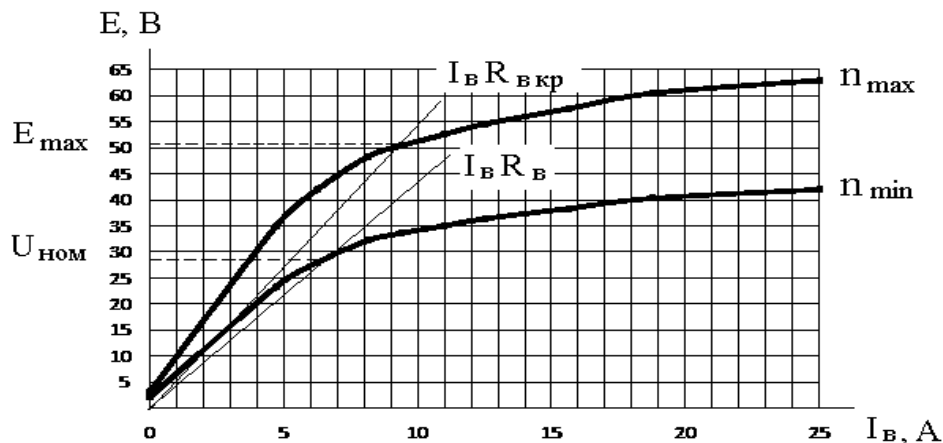

Рис. 2.2. Характеристики холостого хода генератора $E = f(I_b)$ при $n_{min} = 4000$ об/мин. и $n_{max} = 6000$ об/мин.
1.5. При этом, если частота вращения генератора повысится до n_{\max} , напряжение на его зажимах будет $E_{\max} = 51 \text{ В}$ (соответствующее построение показано на рис. 2.2).
Такую ЭДС при заданной частоте вращения n_{\min} можно получить при значении $R_{вд} = 0$ и токе возбуждения $I_B = 25 \text{ А}$ (рис. 2.2).